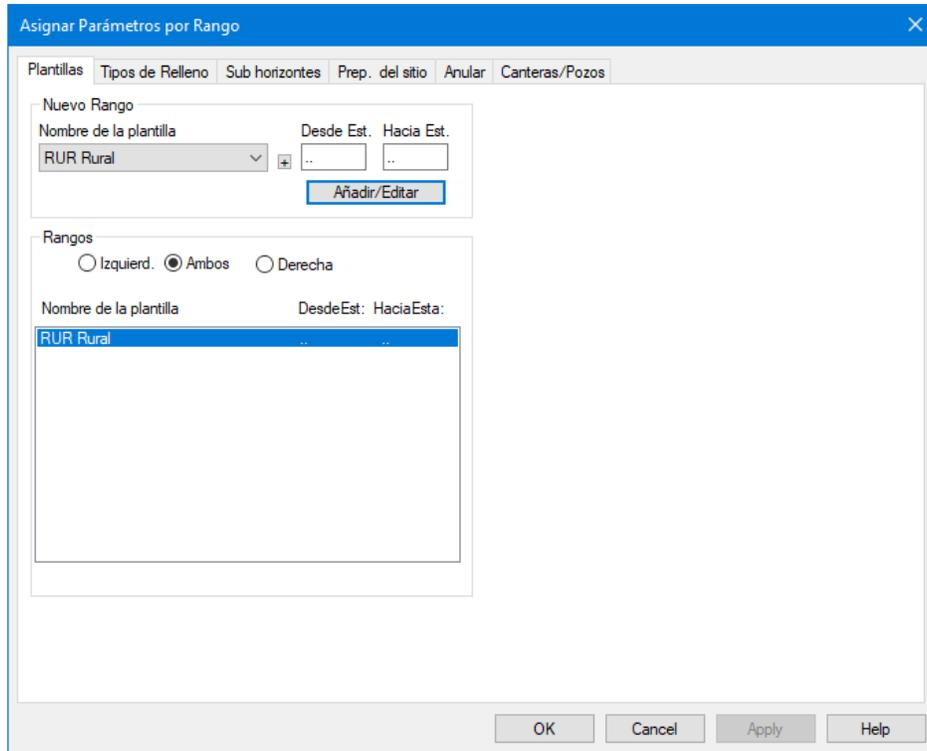

Figura 20-7: Asignando la Plantilla RUR Rural a Todo el Alineamiento
2. Inicio | Asignar por Rango. Seleccionar la pestaña de Plantillas (Figura 20-7).